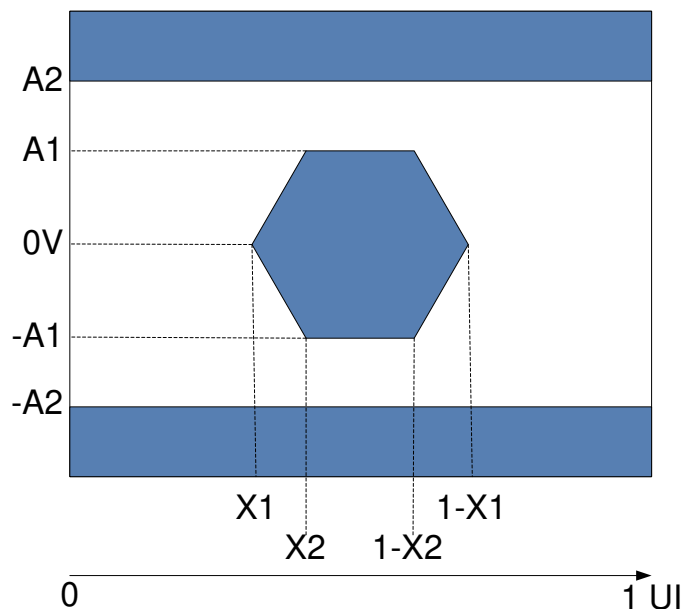

図 5-12. HSSI アイ特性
(1) DMD を動作させるには、すべての電源接続が必要です。 V_{DD} 、 V_{DDA} 、 V_{OFFSET} 、 V_{BIAS} および V_{RESET} 。 DMD を動作させるには、すべての V_{SS} 接続が必要です。
(2) すべての電圧値は、グラウンド ピン (V_{SS}) を基準としたものです。
(3) 過剰な電流を防止するため、電源電圧のデルタ $|V_{DDA} - V_{DD}|$ は、指定限界値よりも小さい必要があります。
(4) 過剰な電流を防止するため、電源電圧のデルタ $|V_{BIAS} - V_{OFFSET}|$ は、指定限界値よりも小さい必要があります。
- (5) 200 μ s の 3 つのグローバルリセットに基づく電源消費電力。
(6) LVCMOS 入力仕様は、ピン DMD_DEN_ARSTZ に対するものです。
(7) LVCMOS 出力仕様は、ピン LS_RDATA_A および LS_RDATA_B に対するものです。
(8) 図 5-12 \(1e-12 BER\) を参照してください。